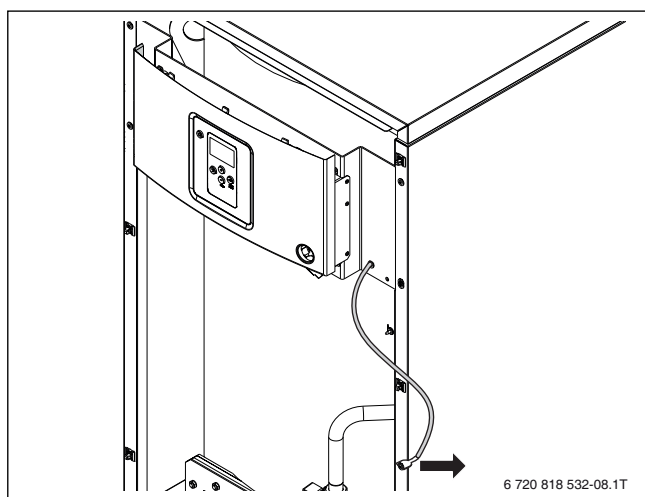

Рис. 13 Отсоединение кабеля заземления
- ▶ При удалении передней стенки обязательно удалить кабель с клеммы на передней стенке (→ Рис. 13).